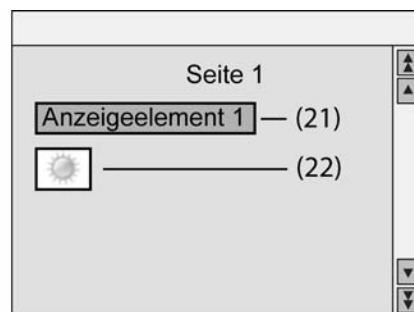

Bild 11: Arten von Anzeigeelementen
- i** Zusätzlich zu einem Elementsymbol (Bild 11) kann den Anzeigestatuswerten des Elements auch jeweils ein Statussymbol zugewiesen werden (siehe folgender Abschnitt "Anzeigefunktion"). Es ist zu beachten, dass sich in Abhängigkeit der projektierten Symbolposition die Elementsymbole und die Statussymbole ggf. überlappen. Dabei überschreibt ein Statussymbol ein Elementsymbol. Ein Statussymbol überschreibt auch den Anzeigetext eines Elements.